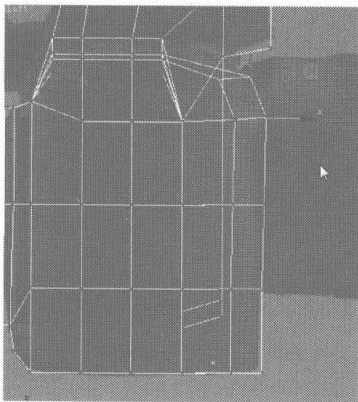

图 6.29
- 18 在 Left 视图中参看背景图来调整相机上相应的节点，如图 6.29 所示。